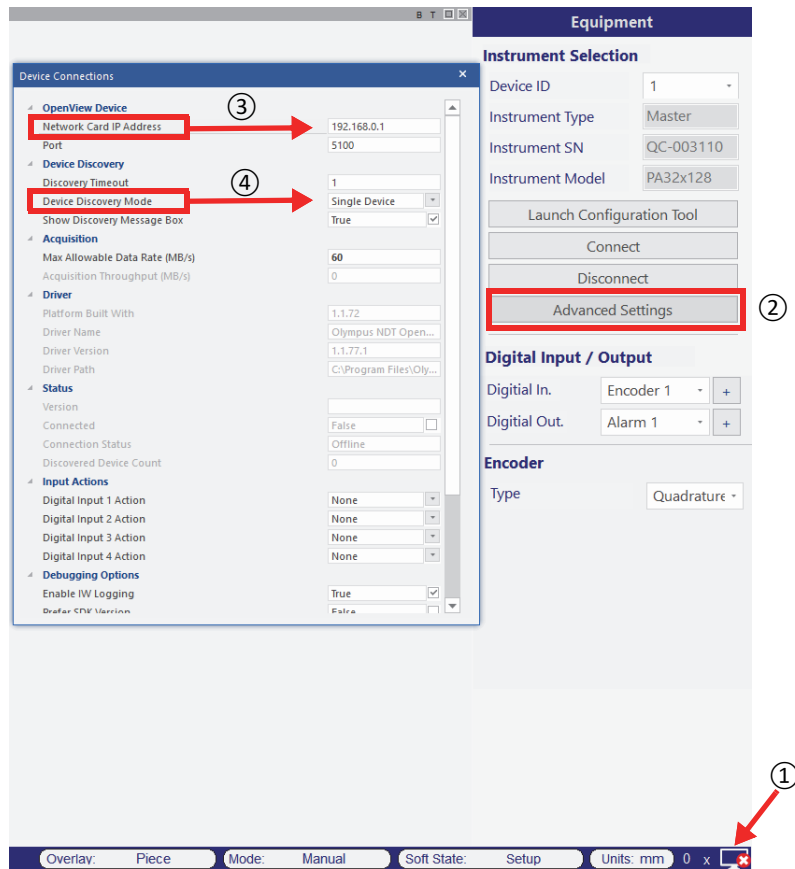

Figura 7-4 Configurazione in WeldSight
- f) Nel proprio computer, aprire WeldSight  e cliccare due volte sull'icona del computer  (Figura 7-4 a pagina 81) situata nell'angolo in basso a destra della schermata. Cliccare su **Advanced Settings** (Configurazioni avanzate), e assicurarsi che: